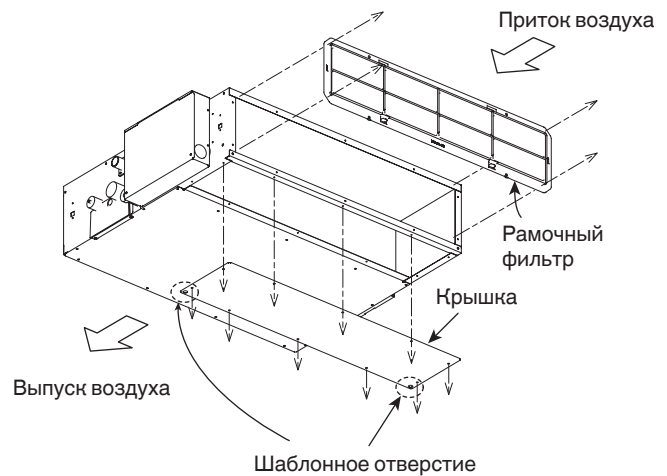

Рис. 3-4
- Снимите рамочный фильтр. Снимите крышку. (Рис. 3-4)